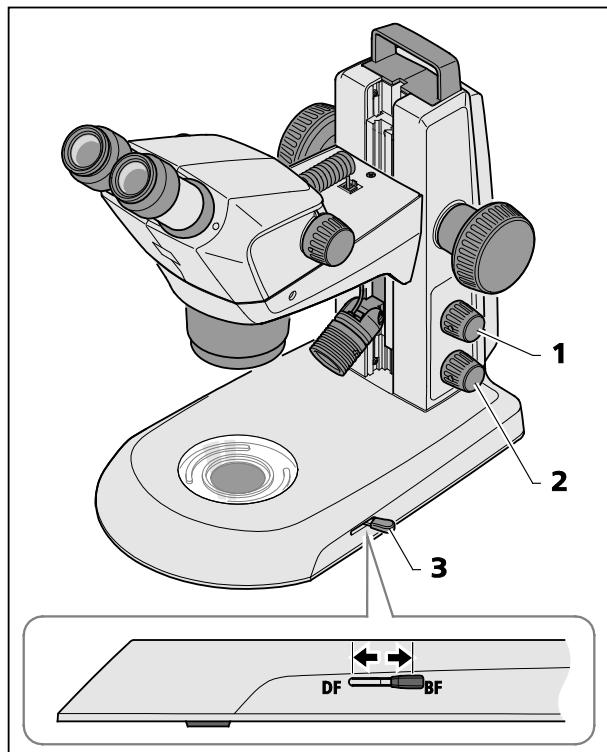

Fig. 25 Module d'éclairage diascopique dans statif K EDU
- En appuyant sur le bouton rotatif inférieur (Fig. 25/2), allumez l'éclairage diascopique.
- Avec la manette (Fig. 25/3), commutez entre éclairage en fond clair et éclairage en fond noir.
- Position avant : fond noir (DF)
- Position arrière : fond clair (BF)
En appuyant sur le bouton supérieur (Fig. 25/1) vous pouvez ajouter un éclairage épiscopique (voir sous le point 4.2 à la page 28).